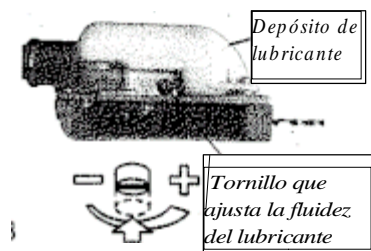

Imagen 23
- 2 – Apoye el aparato sobre su lateral de manera que el depósito de aceite esté orientado hacia arriba. Ver Imagen 23.